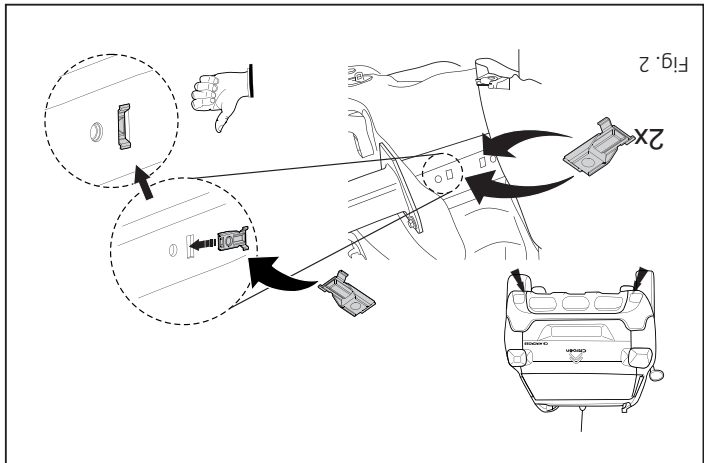

Fig. 2
6. Position the cage nuts at points B and G. See figure 2.
6. Placer les écrous-cage à l'emplacement des points B et G. Voir la figure 2.